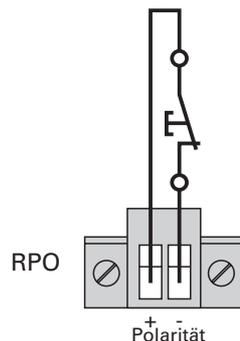

Abbildung 24.
- 3 - Montieren Sie zwischen den beiden Polen des Steckers einen spannungslosen Ruhekontakt, wie in Abbildung 24 dargestellt.